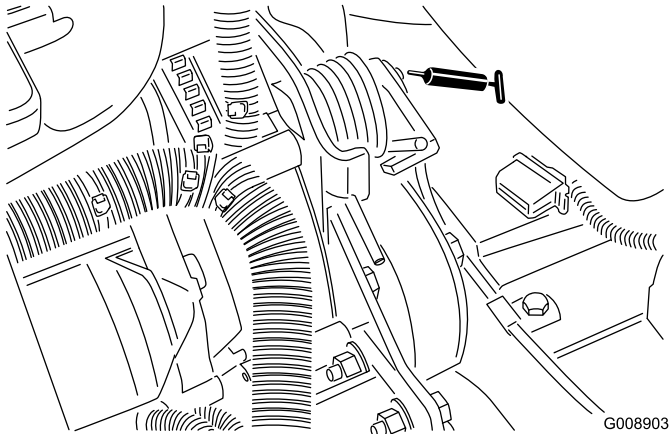

Bild 40
- Riemenspannungsdrehbüchse (Bild 40)